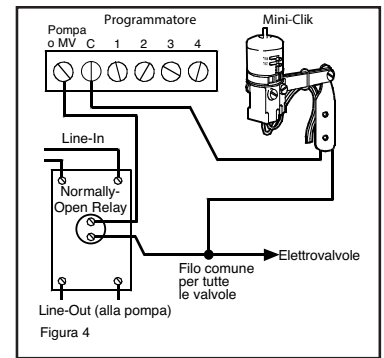

Figura 4
B. Solo elettrovalvole a 24 Volt (Impianti con pompa) (vedere Figura 4)